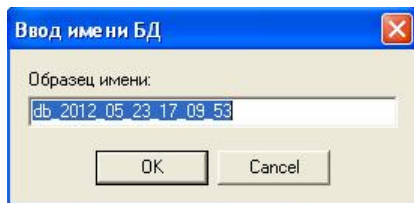

Рисунок 22. Добавить базу данных
- Кнопка «+» позволяет добавить новую базу данных в список. При нажатии этой кнопки на экране появляется диалоговое окно (смотри рисунок 22), в котором можно указать имя добавляемой базы данных.